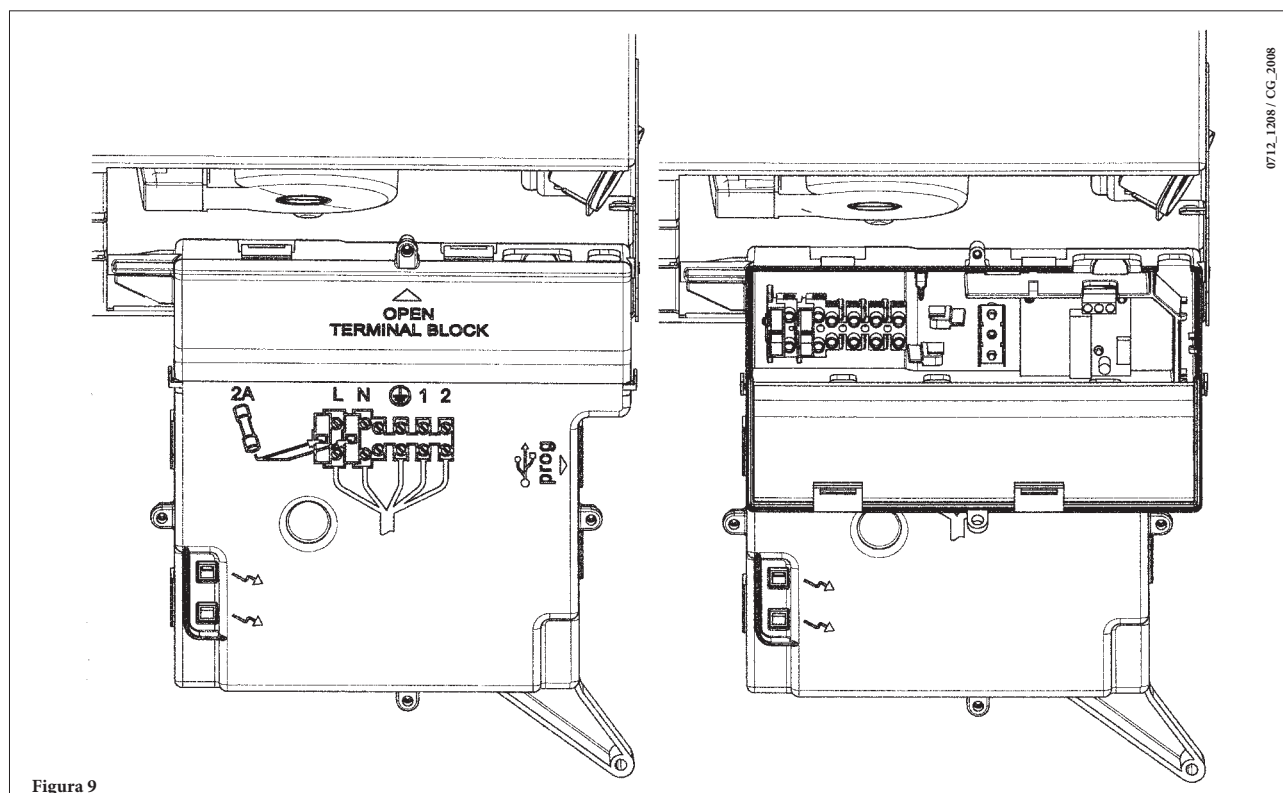

Figura 9
- îndepărtați capacul pentru a avea acces la zona conexiunilor electrice (figura 9).
- Accedeți la de borne de alimentare (figura 9) conform descrierii de la capitolul precedent;
- îndepărtați puntea de curent existentă pe bornele (1) și (2);